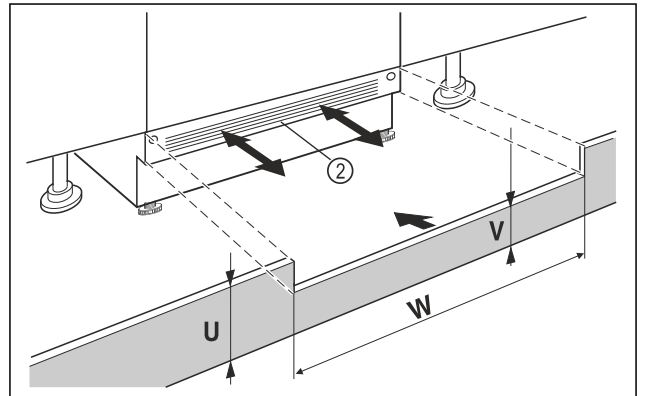

Fig. 40 Representación a modo de ejemplo
- ▶ Colocar el zócalo del aparato Fig. 40 (2) sin fijarlo aún.
- ▶ En caso de que el zócalo Fig. 40 (2) quede visible, colocarlo lo más adelante posible, de modo que el borde delantero de la rejilla de ventilación y el zócalo del mueble estén al mismo nivel.
- ▶ En caso de que el zócalo no quede visible Fig. 40 (2), colocarlo detrás del todo.
- ▶ Vigilar que la ranura de ventilación quede completamente libre: en caso necesario, recortar la altura del zócalo del mueble Fig. 40 (U).
- ▷ Adaptar, a lo largo de la anchura del hueco, Fig. 40 (W) la altura del nervio Fig. 40 (V) debajo del zócalo del aparato Fig. 40 (2).